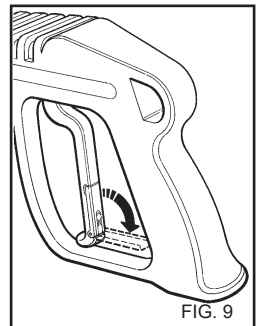

FIG. 9
- Quando a hidrolimpadora não está sendo utilizada, deve-se fechar o dispositivo de segurança do punho (fig. 9).